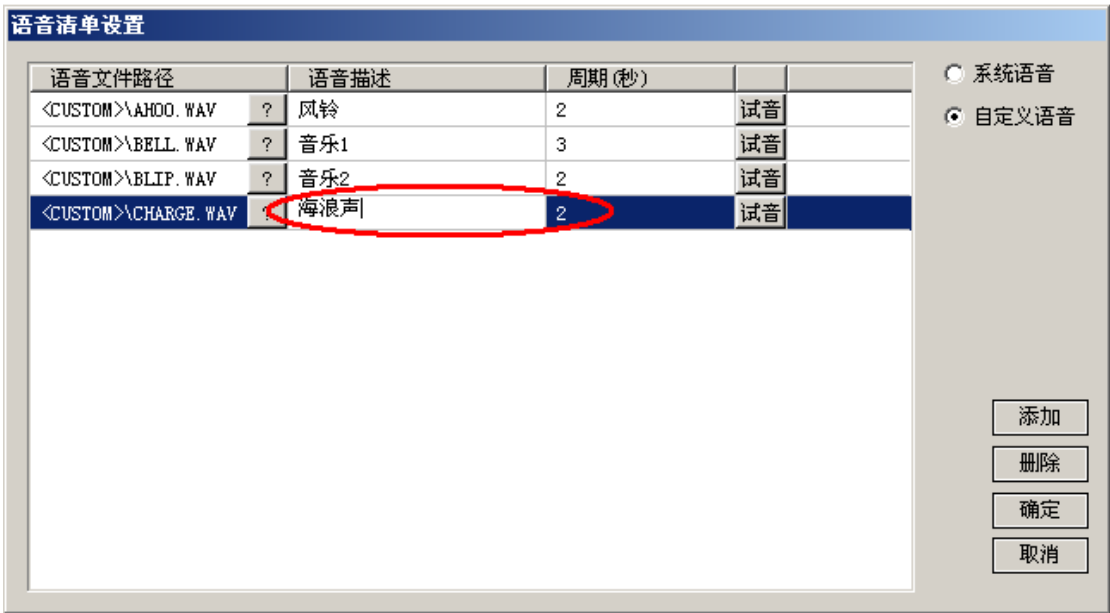

图 7-34 语音描述
5) 选中“语音描述”栏，可以输入对该语音的描述，如图 7-34所示。同样选中“周期”栏，可以对周期进行修改。